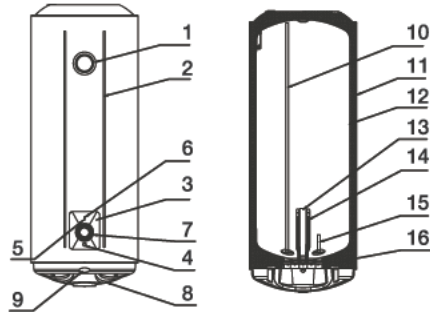

Рис. 1
1. Водонагреватели этой серии оснащены одним электрическим нагревательным элементом и могут работать в режиме полной или половинной мощности соответственно 1500 Вт или 750 Вт (водонагреватели емкостью 150 л в режиме мощности 2400 Вт или 1200 Вт). После подключения к источнику питания начнется нагрев в режиме 750 Вт (1200 Вт). Когда горит индикатор «Full power», значит включен режим полной мощности. Режим мощности регулируется нажатием кнопки «P» (рис. 1, п.4), одновременно будет гореть лампочка нагрева (рис. 1, п.5) и индикатор полной мощности (рис. 1, п.6).
2. Режим половинной мощности выполняет нагрев в режиме энергосбережения; функция быстрого нагрева осуществляется в режиме полной мощности. С помощью ручки регулятора нагрева (рис. 1, п.7) установите требуемый уровень нагрева воды в диапазоне от min до max. Степень нагрева воды будет отображаться на шкале термометра (рис. 1, п.1). Режим «ECO» - экономичный режим, на шкале нагрева соответствует температуре 50-55°C. Нагрев воды отключается автоматически и включается для подогрева автоматически.